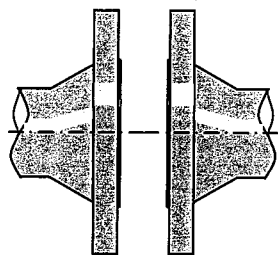

図4 面間が大きい
- フランジ面間が大きく開いていると、大きなボルト締付力を与えても、実際のガスケット面圧が小さく、漏れの原因となりますので修正してください。（図4参照）